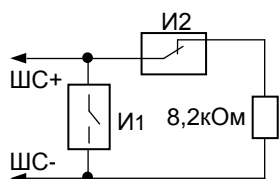

**Рисунок 2.** Снятие крышки «УО-4С исп.02»
3.2.5 Снимите крышку прибора в порядке, указанном на рис. 2.
3.2.9 Снимите крышку прибора в порядке, указанном на рис. 2.
3.3.2 Снимите крышку прибора в порядке, указанном на рис. 2.